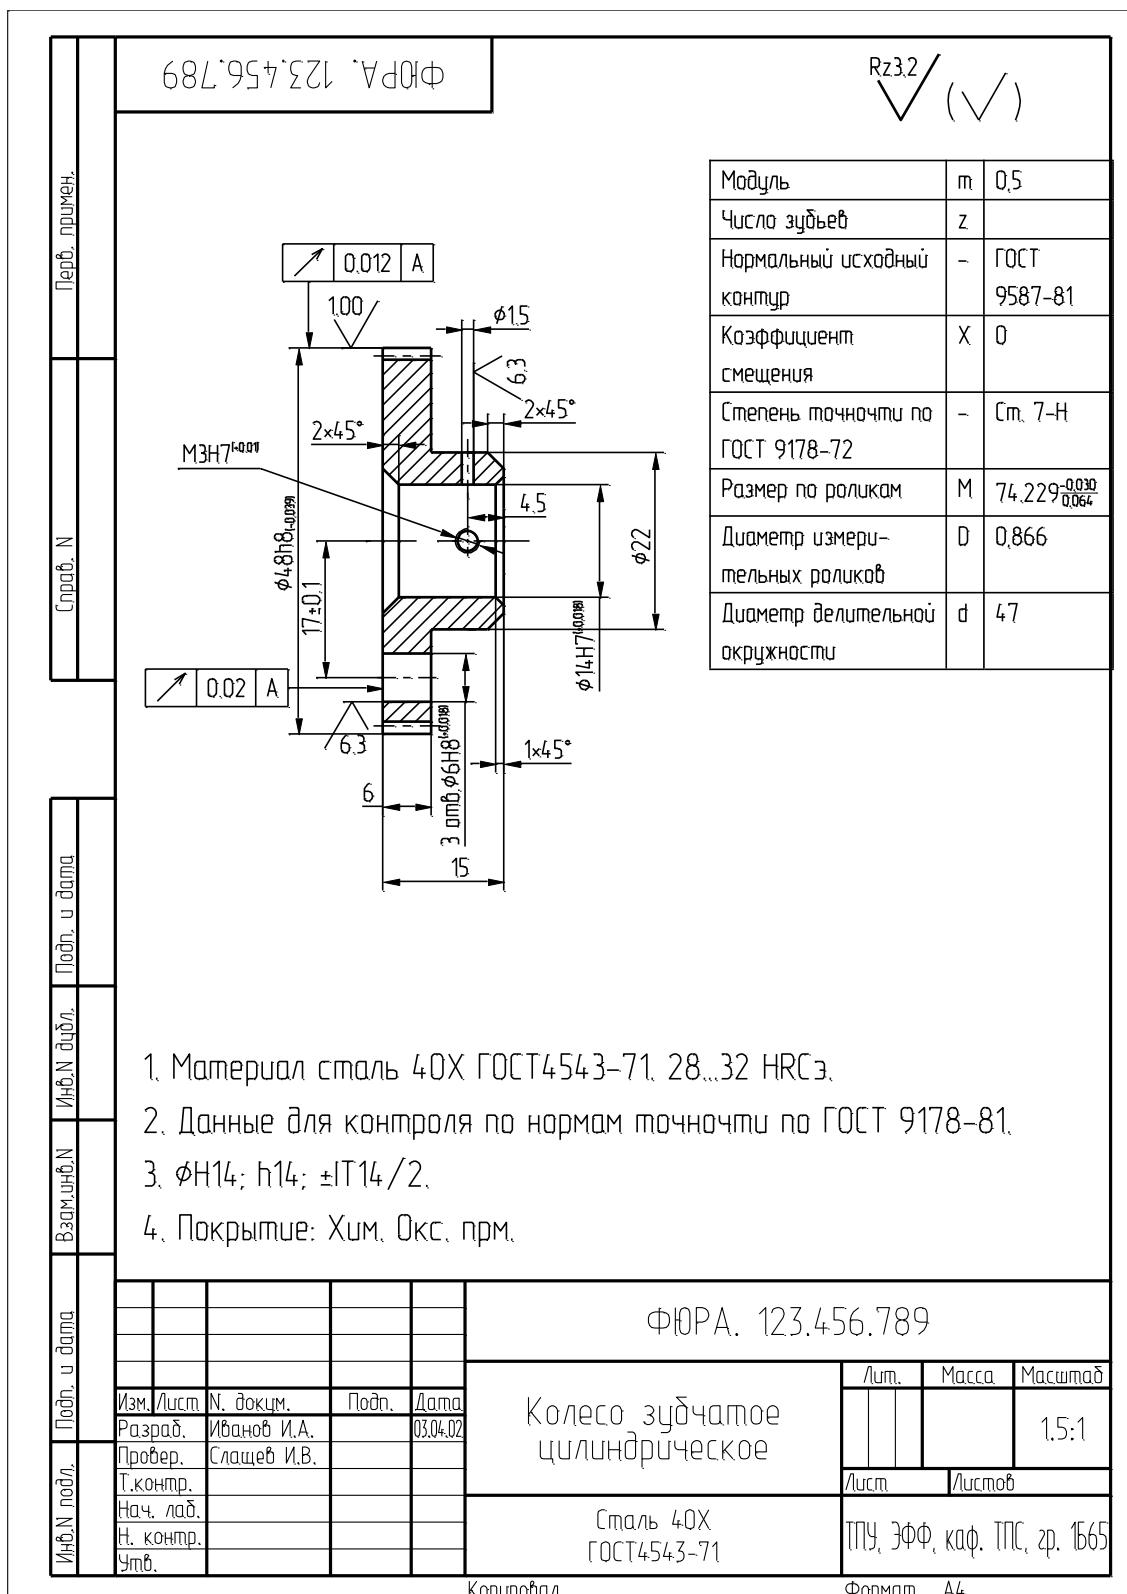
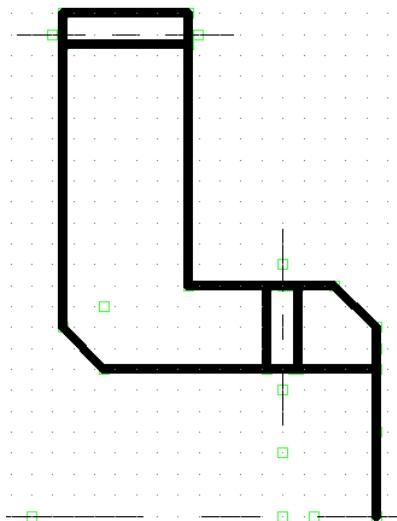

Рис. 1.2. Чертеж зубчатого колеса
Рис. 1.9. Создание фаски с обрезанием
В течение данной лабораторной работы мы «с нуля» создадим чертеж достаточно простой детали – чертеж зубчатого колеса, со всеми необходимыми размерами, символами отклонения от формы, шероховатости, надписями, техническими требованиями и т.д. Так как для вас это «первая проба пера», то не всё может получаться сразу, возможны «откаты назад» и первое время возможно некоторое непонимание. В этом нет ничего страшного, просто нужно проявить определенное терпение. Здесь же будут показаны некоторые приемы компьютерного черчения, которые невозможны при обычном «ручном» черчении. В конечном итоге нам предстоит создать чертеж, показанный на рис. 1.2.
5) Далее следует оформить ось делительной окружности. Согласно таблице, приведенной на чертеже (рис. 1.2), осевая линия делительной окружности находится на расстоянии
6) Далее покажем основное отличие создания чертежа с помощью САПР. Как вы видели, все предыдущее было практически таким же, как и при рисовании на миллиметровке с помощью карандаша, только вы пользовались мышкой, клавиатурой и видели все на мониторе компьютера. Во-первых, согласно чертежу детали (рис. 1.2), имеется две внутренние фаски размером 1 и 2 мм, а также одна наружная – 2 мм. Во-вторых, деталь симметричная, что позволяет нам использовать внутренние команды CAD-системы для создания копии симметрии. Начнем создавать левую внутреннюю фаску размером 2 мм. Для создания фаски используется кнопка «Фаска», расположенная на панели Автоменю. При выполнении данной команды появляется окно «Параметры фаски», в котором вам следует указать реальный размер, в нашем случае 2 мм. После нажатия «OK» в окне требуется указать на те линии, которые участвуют в образовании фаски. При указании на линии мышкой (нажатие на левую кнопку) линия меняет цвет. После указания второй линии происходит формирование фаски, при этом возможно обрезание линий, которые, по мнению T-Flex, в данном случае «лишние» (рис.1.9).
Простановка параметров отклонения от формы производится по команде текстового меню «**Чертеж|Допуск**». При этом появляется свое **Автоменю**, использование которого диктуется ситуацией положения и привязки допуска или создания базовой поверхности. Исходя из рис. 1.2,
После нажатия на «OK», скорее всего, расположение рамки окажется далеко не оптимальным по вашему мнению. Если это так, то: повторите команду «**Оформление|Основная надпись**», но выберите пункт «**Переместить**» (при этом масштаб изображения должен быть уменьшен таким образом, чтобы вы свободно контролировали все пространство чертежа и наносимой рамки) и «**нанесите**» еще раз рамку (рис. 1.2). Данная процедура может занять у вас определенное время, т.к. ее придётся повторить несколько раз.